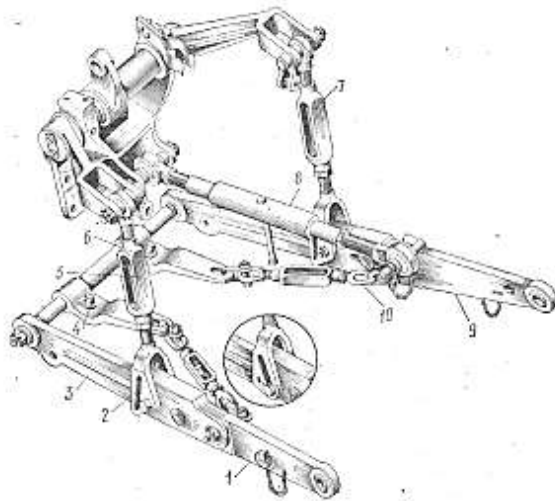
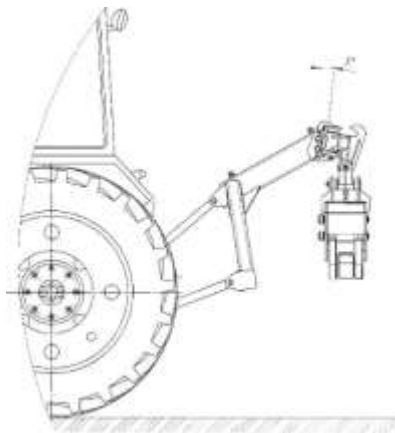

Рисунок 2. Механизм навески трактора МТЗ-80,82:
Рисунок 3 – Монтаж трелевочного устройства.
- отрегулировать длину левого раскоса стяжной гайкой 5 (рис. 2) на 515 мм;
- закрепить тяги пальцами 8 (рис.2);
- поднять трелевочное устройство на максимальную высоту, отрегулировать центральной тягой положение рабочего органа так, чтобы шарнир штанги 2 (рис.2) был под углом около 5 градусов (рис.3), относительно вертикальной плоскости;